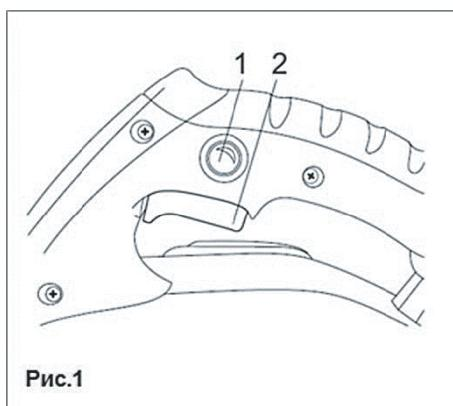

Рис.1
- Для ввімкнення електрорубанка, натиснувши заздалегідь кнопку фіксатора вимикача (1), плавно натисніть клавішу пуску (2).
- Для вимкнення електрорубанка, відпустіть клавішу (2). Рис.1